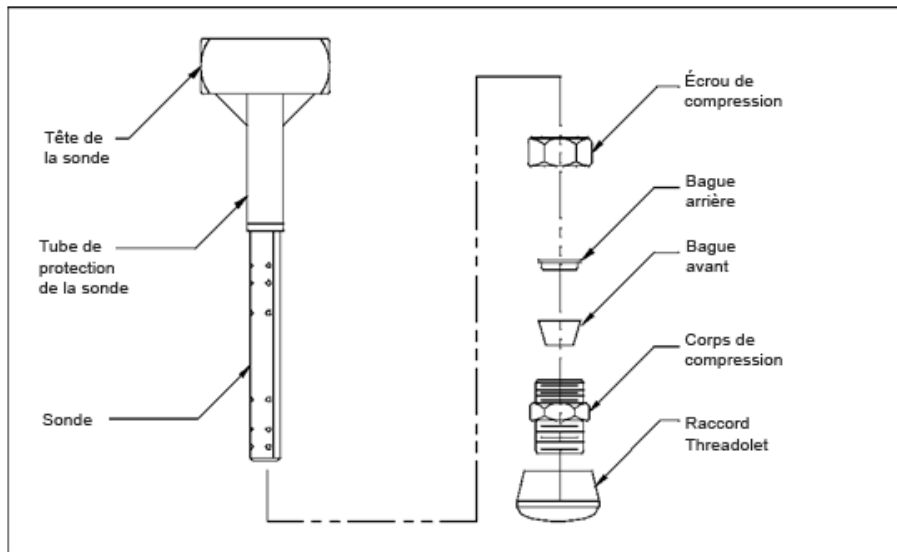

Figure 2. Verabar® modèle V100
- Assemblez légèrement la sonde, l'écrou de compression, la bague arrière, la bague avant et le corps de pression au raccord Thread-o-let (en serrant à la main) et insérez l'ensemble sonde dans la conduite. Les bagues arrière et avant doivent être placées dans l'ordre correct et selon l'orientation indiquée dans la figure 2.
- Faites glisser l'écrou de compression, la bague arrière, puis la bague avant, sur le tube de protection. **Les bagues arrière et avant doivent être placées dans l'ordre correct et selon l'orientation indiquée dans la figure 2.** La bague arrière doit être située à côté de l'écrou de compression avec l'extrémité conique pointant vers la bague avant. L'extrémité conique de la bague avant doit pointer vers le corps de compression.